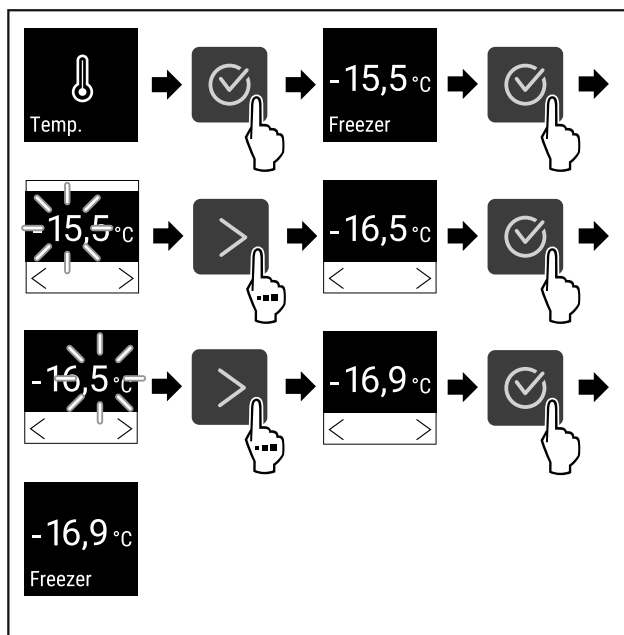

Fig. 66 Changement de température de -15,5°C à -16,9°C
► Suivre les étapes (voir Fig. 66) .